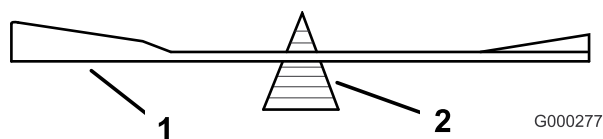

図 81
2. ブレード balancer を使ってバランスを調べる(図 81)。